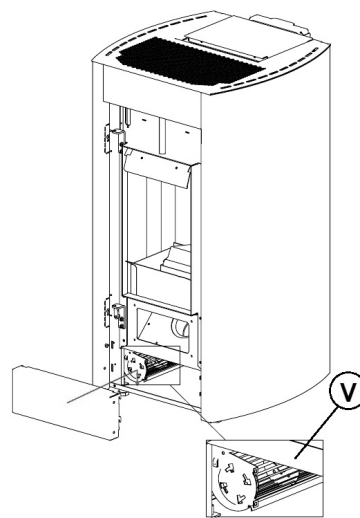

Fig. 88 - Ventiladores
- Quitar el tapón de inspección del acuerdo a T (véase **Fig. 88**).